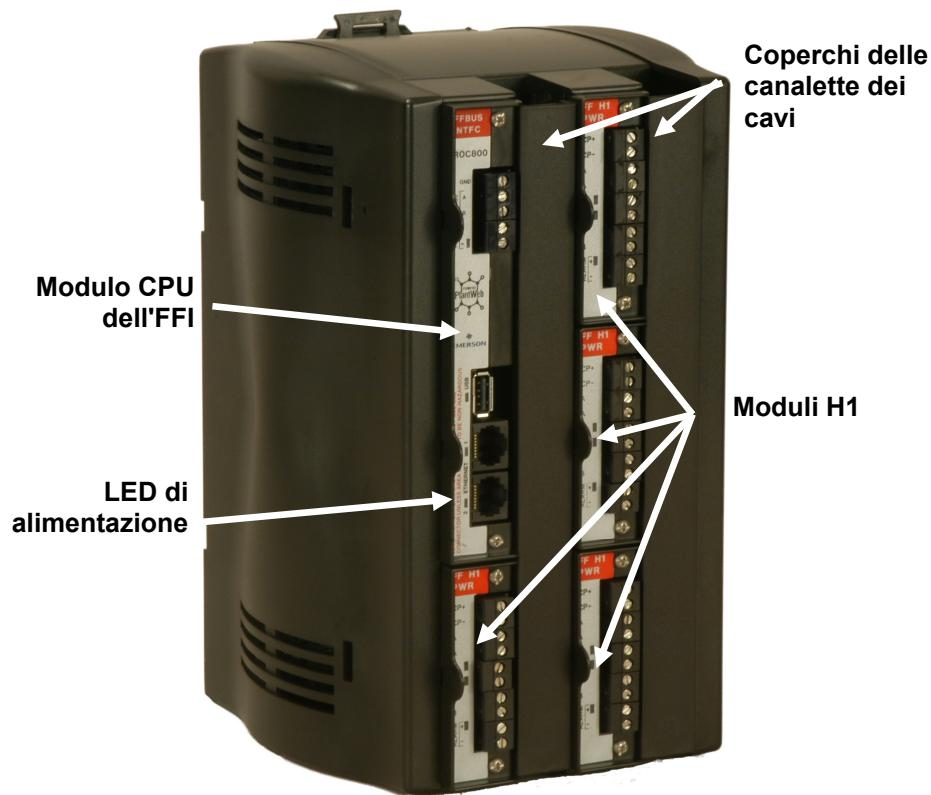

Figura 13. FOUNDATION Fieldbus Interface
3. Riposizionare i coperchi sopra le canalette dei cavi al termine del cablaggio delle morsettiera. Vedere la *Figura 13*.
4. Alimentare l'FFI per accendere l'unità. Il LED di alimentazione dell'FFI (vedere la *Figura 13*) dovrebbe diventare di colore verde a indicare che la tensione applicata è corretta.